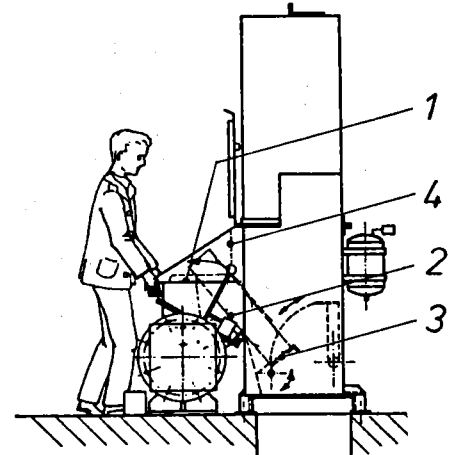

Abb. 2
a) Einlegen des Sackes in das Gerät (siehe Abb. 2)